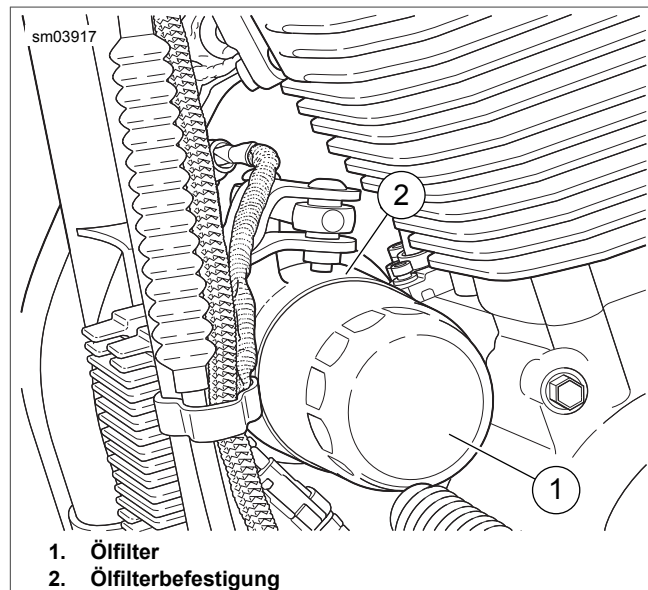

Abbildung 33. Ölfilter
Siehe Abbildung 33. Den Ölfilter (1) gegen den Uhrzeigersinn drehen, um ihn von der Halterung (2) abzunehmen.